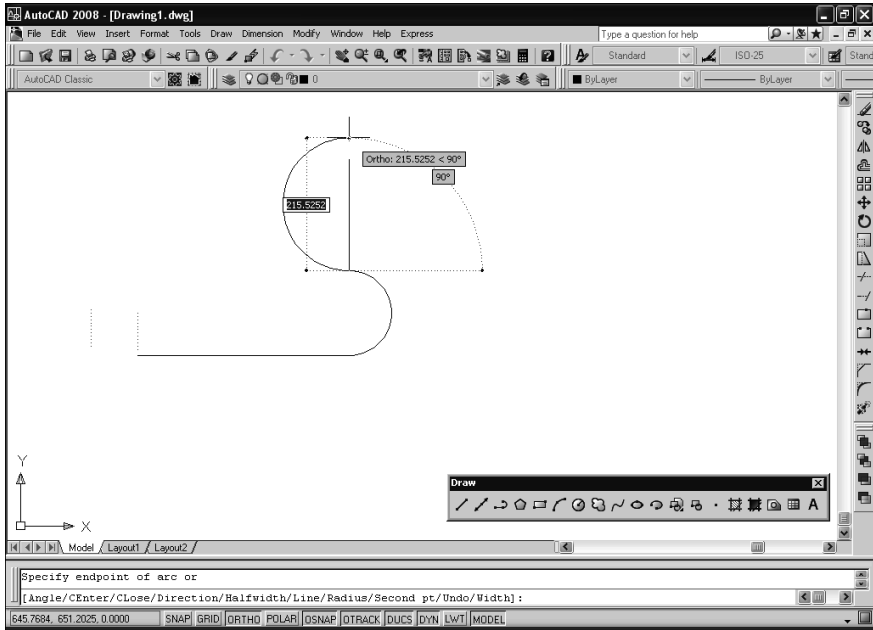

Рис. 2.27. Создание криволинейного сегмента полилинии
5. Задайте конечную точку криволинейного сегмента полилинии. Как только вы зададите эту точку, AutoCAD вычертит сегмент полилинии (рис. 2.27), а затем повторит предыдущее приглашение. Вы можете либо выбрать одну